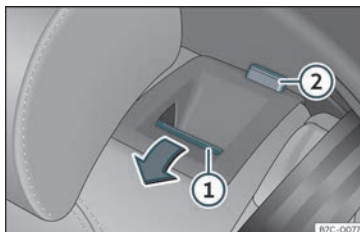

Fig. 102 Banco traseiro: rebater o encosto.
- Pressione o botão de desbloqueio »» Fig. 102 ① para a frente e, ao mesmo tempo, rebata o encosto. O encosto traseiro está desbloqueado quando se vê uma marca vermelha no botão ②.
O encosto traseiro está desbloqueado quando se vê uma marca vermelha no botão »» **Fig. 102** ②.